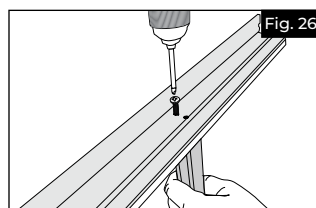

Fig. 26
a. Introduzca dos tornillos de cabeza plana (componente S) desde la parte inferior del travesaño inferior para conectar el soporte del barrote central con el travesaño inferior. Introduzca dos tornillos de cabeza plana (S) a través de la viga superior para conectar el soporte del barrote central a la viga superior (Fig. 26). Tenga cuidado de no apretar demasiado, ya que la presión de un apriete excesivo podría hacer que el extremo cortado del soporte del barrote central agriete la viga superior.